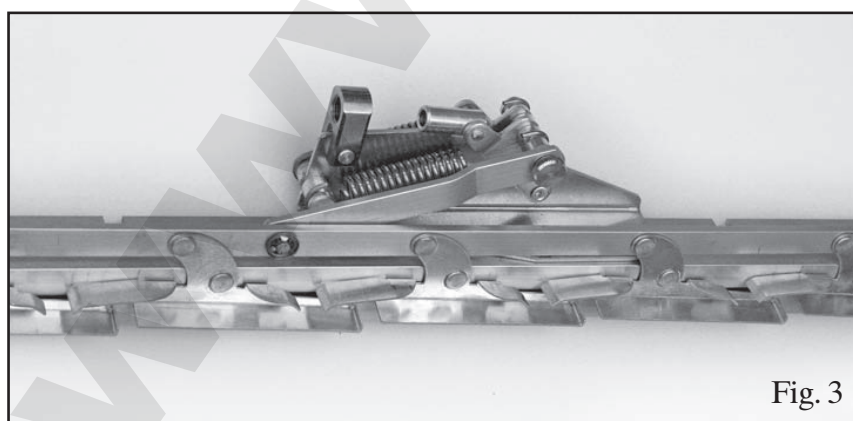
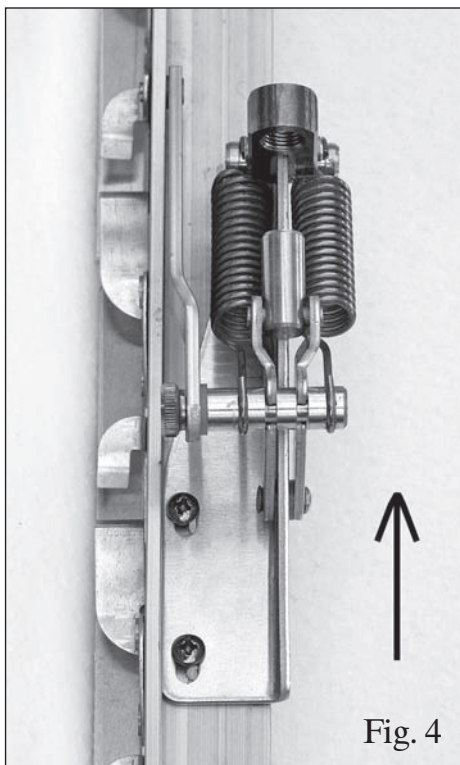

Fig. 3
Fig. 4
4. Выкрутить барашковый винт (6), установить соединяющий рычаг (В) на открывающий механизм, снова закрутить барашковый винт, см. рис. 3.
5. Монтировать открывающий механизм на место ручки, сместить его к соединяющему рычагу до полного закрытия. Отметить положение двух установочных отверстий рычага открывающего механизма (5) по отношению к механизму жалюзийного окна.
7. Закрепить открывающий механизм, используя входящие в комплект самонарезающие винты. Винты сильно не затягивать, см. рис. 4.